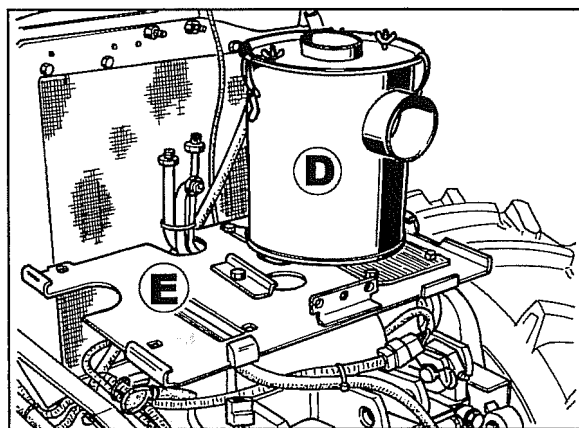

Fig. 7
5. Enlevez le filtre complet **D** fig. 7 et son support **E** avec lequel sont aussi enlevés l'avertisseur sonore et le câble de masse de la batterie.